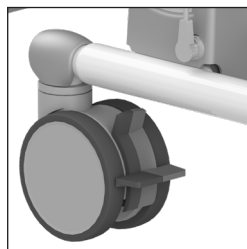

Figura 2. Rueda direccional.
- El Reflex XL/Reflex XXL viene de serie con una rueda direccional montada en la parte delantera izquierda (Ver figura 2). La dirección de la rueda se puede bloquear mediante el reborde verde de la rueda. Esto hace que empujar la silla en distancias largas resulte menos agotador, ya que la silla se desviará menos hacia los lados.